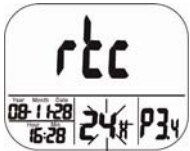

Fig. 14: Visualización de 12 horas o 24 horas
- En el modo P3.4 la hora actual (12 horas o 24 horas) parpadeará (Fig. 14). Para cambiar la configuración pulse LOG / ▲ o MIN / MAX ▼ .